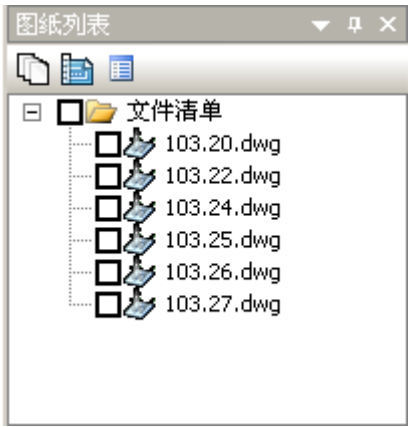

图 5.3 按文件分类
- 按文件名分类的图纸清单：点击图纸列表框内的  按钮，图纸按文件分类。如图 5.3 所示。